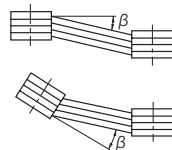

図8
(3) Vベルトを使用する場合
- ・両プーリー間の平行度、偏心率 β は $20'$ 以内として下さい。(図8参照)